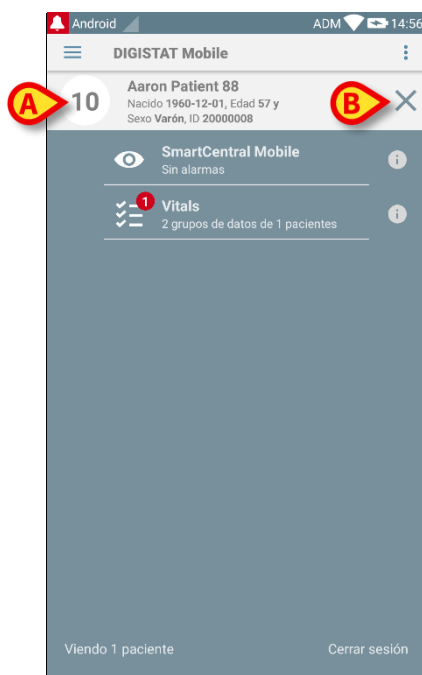

Fig 29
De ese modo queda seleccionado el paciente (Fig 29).
Los datos del paciente están en la parte superior de la página (Fig 29 **A**). Todos los datos en todos los módulos DIGISTAT® Mobile están ahora filtrados por paciente (es decir, se muestran todas las alarmas/notificaciones del paciente seleccionado, y solo esas).
- Tocar la cruz indicada en Fig 29 **B** para deseleccionar al paciente y volver de nuevo al modo “Todos los pacientes”.
De ese modo queda seleccionado el paciente. Aparecerá la pantalla que se muestra en Fig 29 (ejemplo).
De ese modo queda seleccionado el paciente. Aparecerá la pantalla que se muestra en Fig 29 .